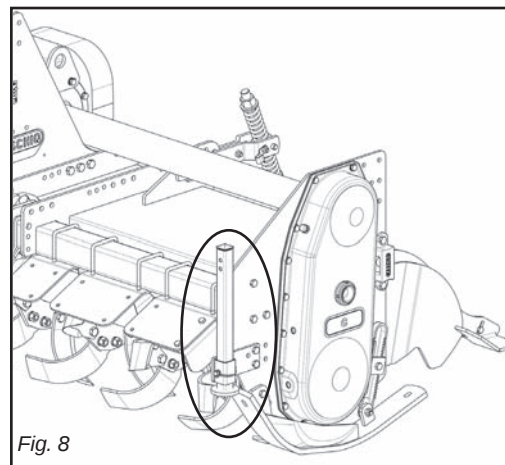

Fig. 8
- 5 - *Position the support foot as shown in the figure 8.*
- 5 - *Positionnez le pied d'appui (voir Fig. 8).*
- 5 - Den Stützfuß wie in Abb. 8 gezeigt anordnen.